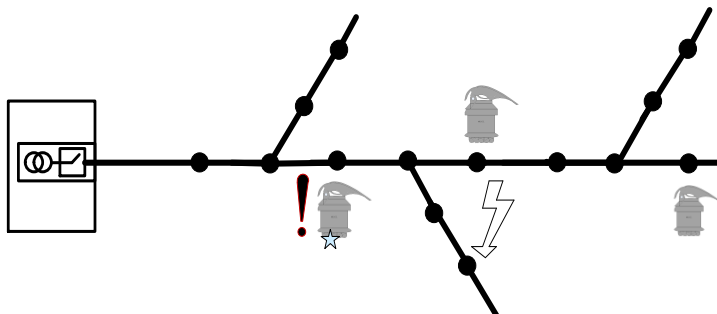

Рисунок 6 – Установка индикаторов на линии с короткими ответвлениями
- на линии с короткими ответвлениями индикаторы, как правило, устанавливаются по стволу линии за местом разветвления, на ближайших к месту разветвления промежуточных опорах (Рисунок 6);